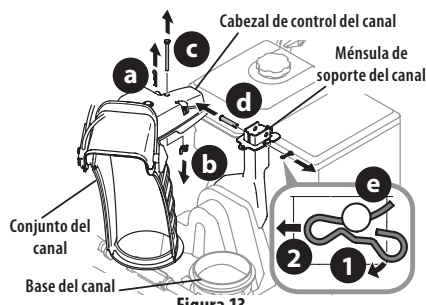

Figura 13
1. Retire el broche de horquilla (o tuerca de seguridad si instalada) (a), la tuerca de mariposa (b) y el tornillo hexagonal (c) del cabezal de control del canal, y el pasador de horquilla (d) y pasador de chaveta con unión curva (e) de la ménsula de soporte del canal (Figura 13).